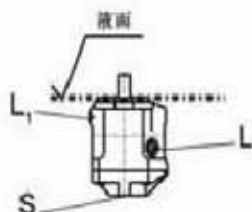

图1
a) 当油箱的最低液面在泵顶端之上或同高时，将“L”、“L₁”和“S”口打开；（如图1）。